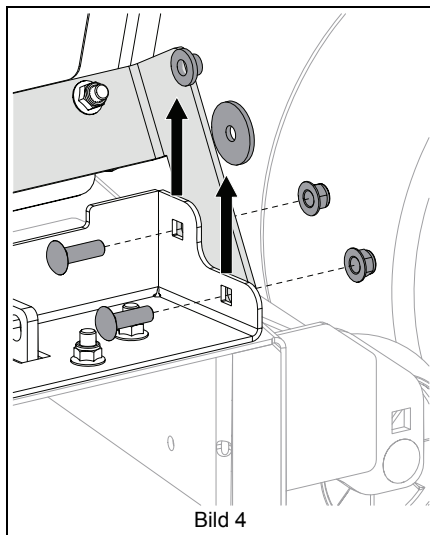

Bild 4
6. Skruva bort två bultar, två muttrar, en bricka och ett mellanlägg från var sida på utkastarfästet. Se Bild 4.